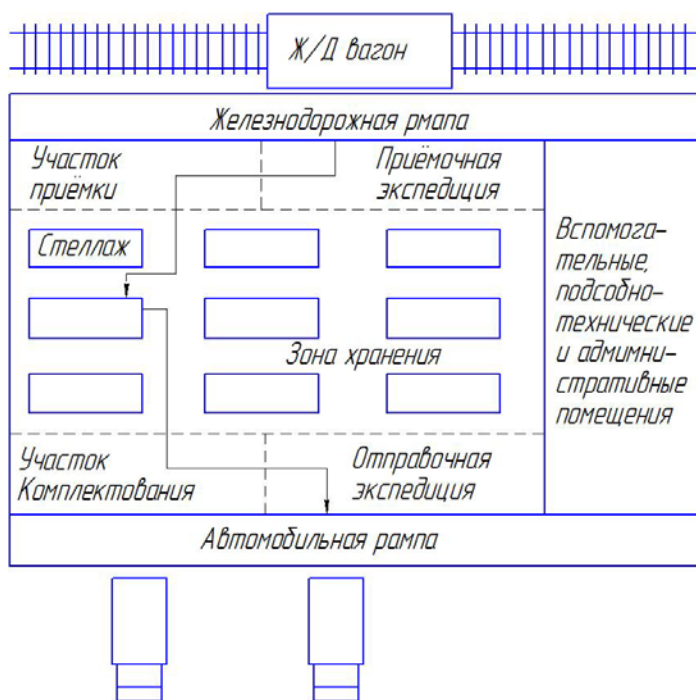

Рисунок 6.2 - Схема зон склада
1. Расскажите о движении материальных потоков на распределительном складе, используя рисунок 6.2